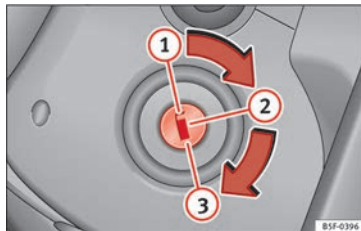

Fig. 177 Posizioni della chiave di accensione.
- Girare la chiave fino a raggiungere la posizione (1) » **fig. 177**.
- Estrarre la chiave di accensione dalla posizione (1) » **fig. 177** » ⚠.